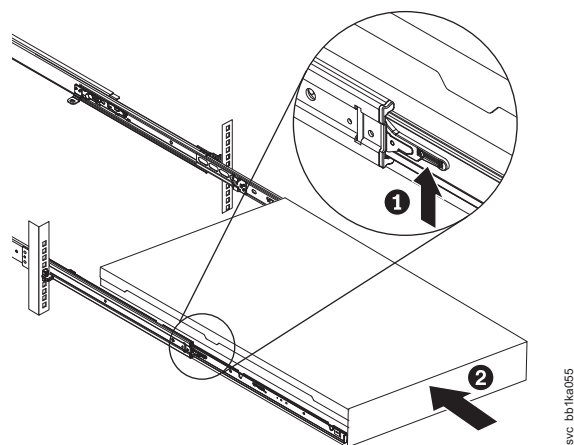

図 104. ラックのスライド・レールの ロック・レバーを上げる
7. ラック上で完全に伸ばした位置までノードを引き出した場合は、スライド・レール上のロック・レバー (図 104 の **1**) を上げて、サーバー **2** を、所定の位置にカチッと音を立てて収まるまで、ラック内に完全に押し込みます。